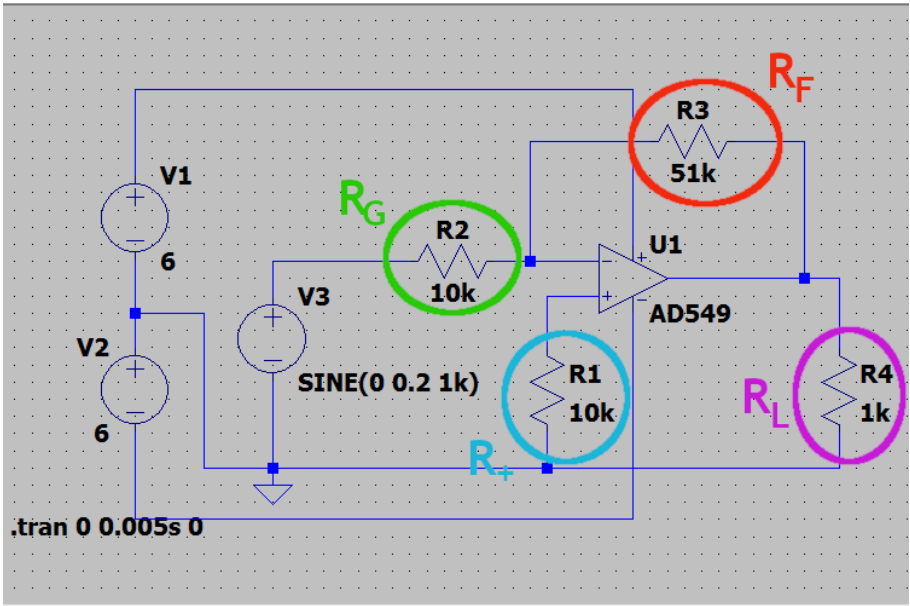

Рис. 2
2. Зібрати інвертуючу схему включення ОП. Можна керуватися рис. 2. Опір навантаження  $R_L$  у всіх приймається рівним 1 кОм (оскільки ОП має незначний вихідний опір, то для практично для будь-якого опору навантаження він буде виступати джерелом напруги, і тому по великому рахунку ОП байдуже, який до нього